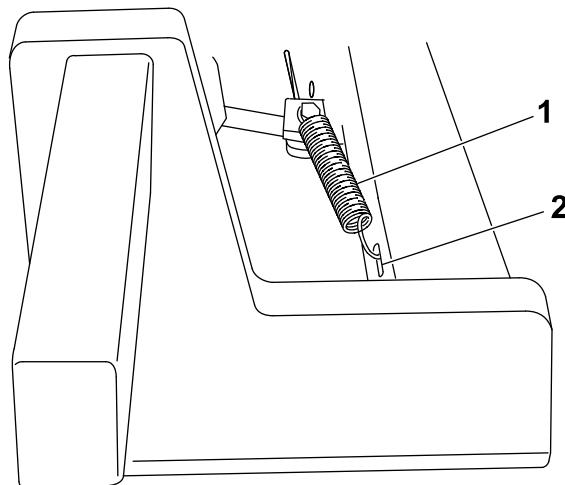

図8
1. ブレーキストラットとヨークをつないでいるクレビスピンからコッターピンを抜き取る図8。